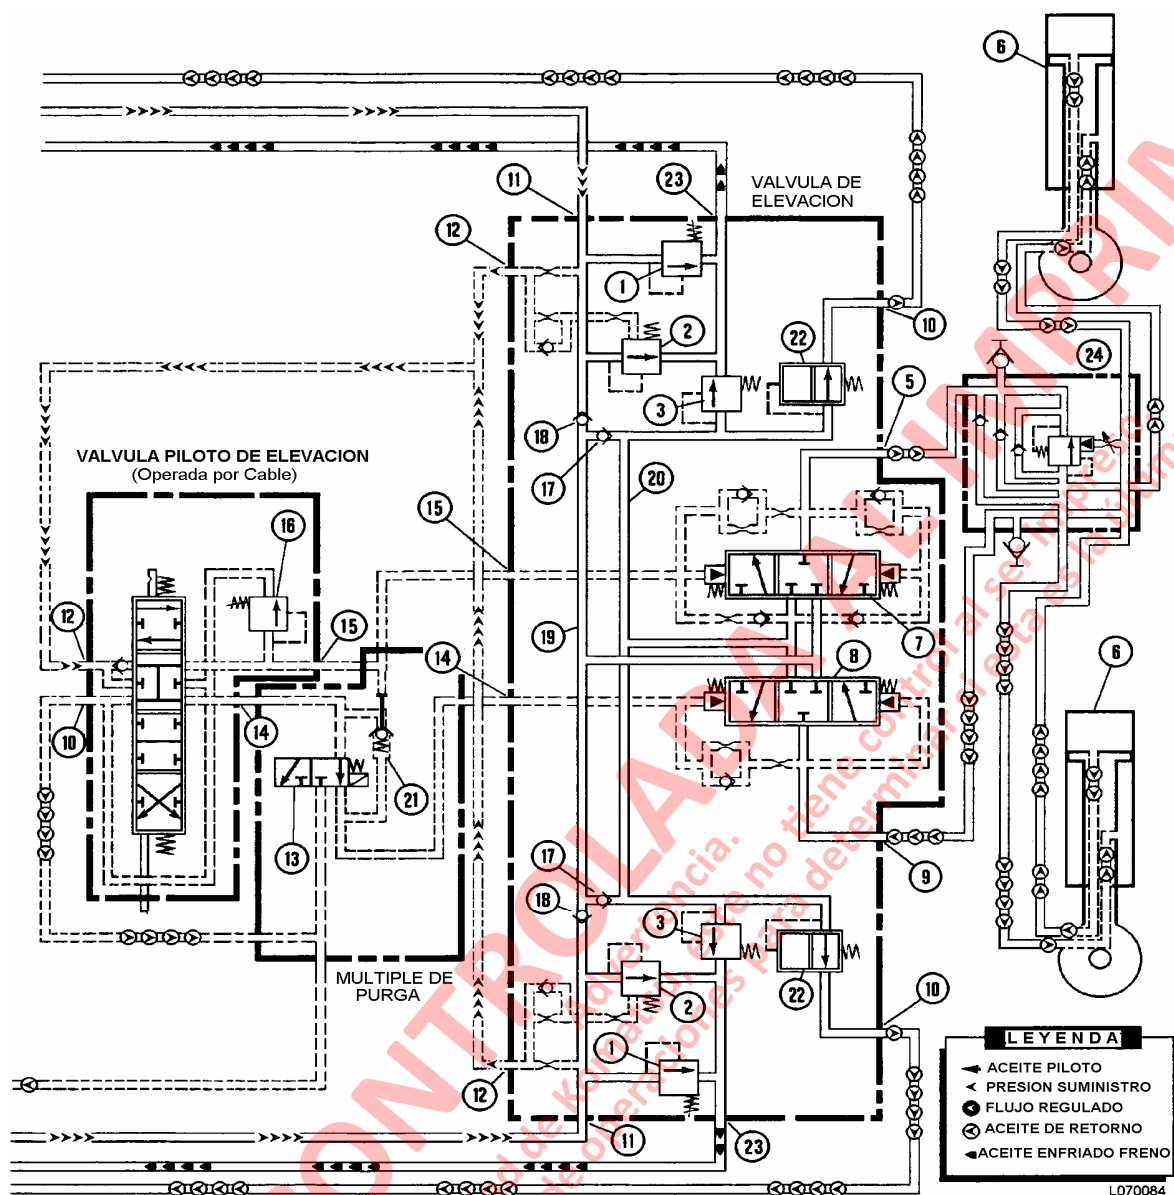
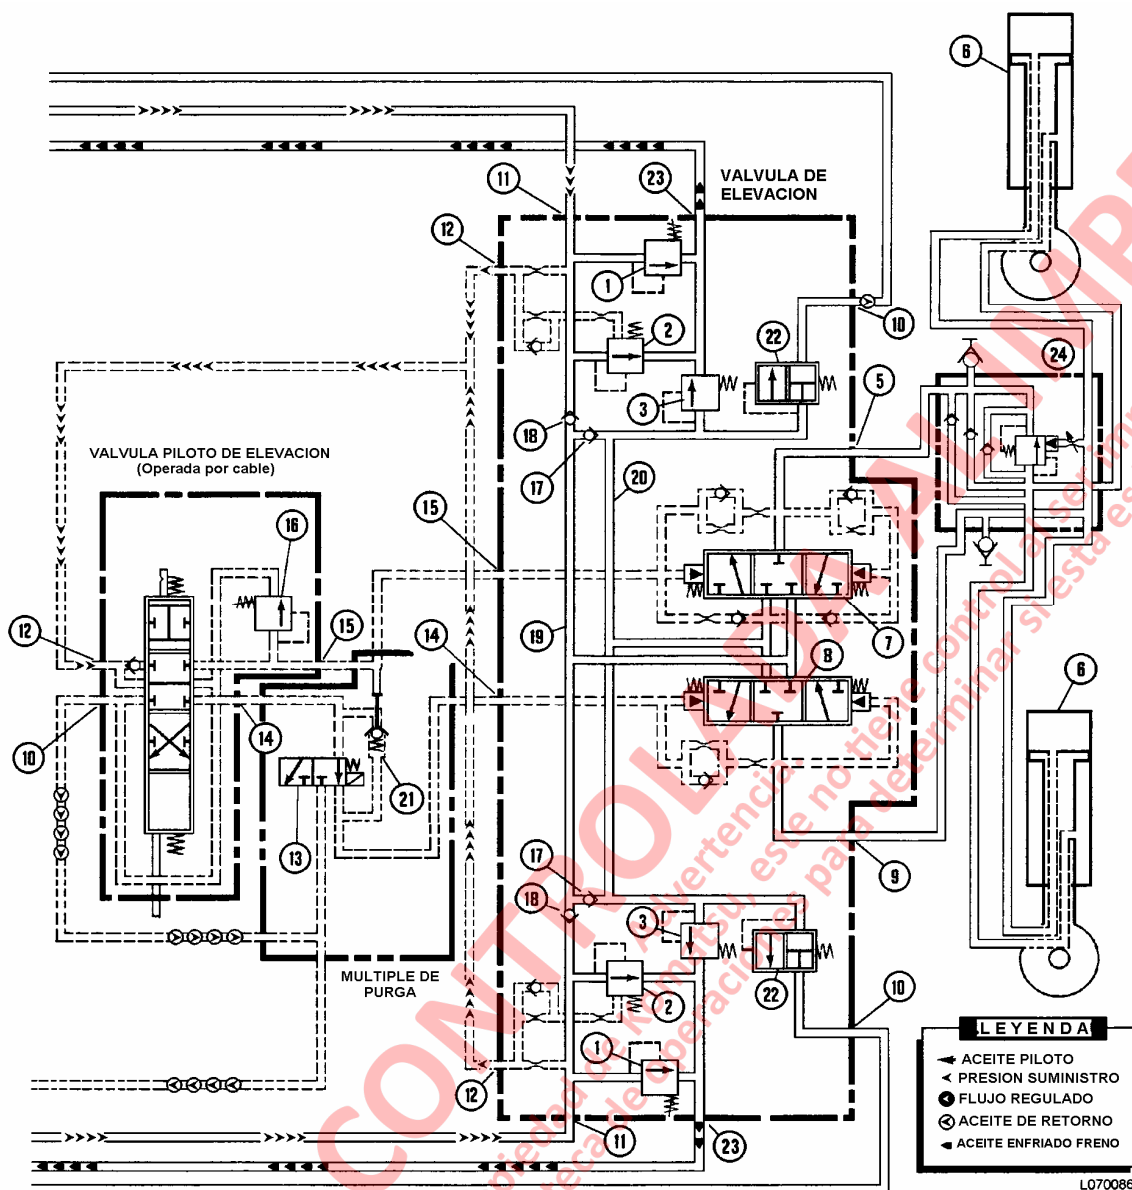

FIGURA 7-5. POSICION FLOTAR
FIGURA 7-7. POSICION SOSTENER
La Figura 7-5 muestra la posición de la válvula piloto de elevación cuando la tolva del camión está descansando sobre el chasis. Sin embargo, las válvulas internas de la válvula de elevación y los carretes estarán en la posición que aparece en la Figura 7-7.
El aceite proveniente de la bomba de elevación entra en las secciones de entrada de la válvula de elevación en la lumbrera (11), pasa a través de la válvula de retención (18) y se detiene en el paso de alta presión cerrado (19) en los dos carretes principales (7) y (8) como se muestra en la Figura 7-5.
### Operación Sostener (Figura 7-7)